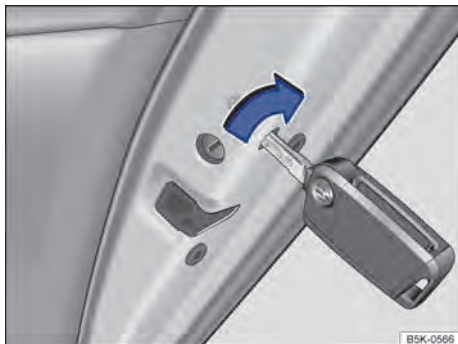

Fig. 57 Travamento de emergência do veículo com a chave do veículo.
- Inserir a haste da chave na fenda → Fig. 57 e girar.